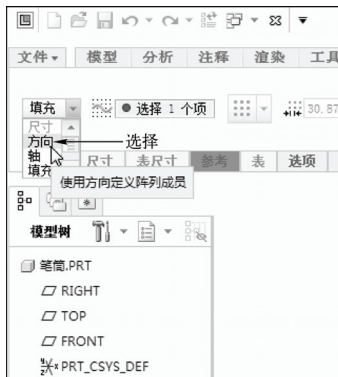

图 7-51 选择“方向”选项
STEP 02 在模型树中选择“组 LOCAL_GROUP”选项，在功能区选项板的“模型”选项卡中，单击“编辑”面板中的“阵列”按钮, 打开“阵列”选项卡，单击“填充”右侧的下拉按钮，在弹出的列表框中选择“方向”选项，如图 7-51 所示。